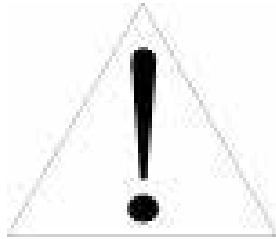

Bild 4.15 - Motor der Baureihe HGF Motor in der vertikalen Lage
4. Die freien Seile/Ketten nun in die zwei übrigen Transportösen an der Nichtantriebsseite einhängen, den Motor anheben bis ein Gleichgewicht in der vertikalen Lage erreicht ist. Sie Bild 4.15.